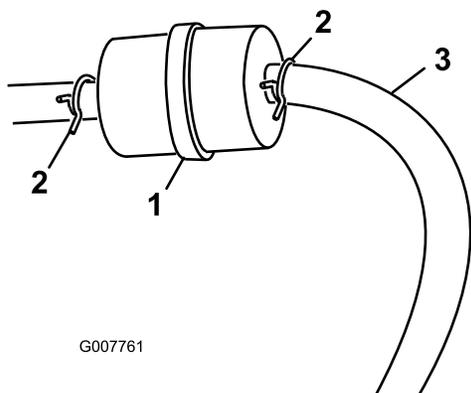

Figure 26
3. Pincez les extrémités des colliers et éloignez les colliers du filtre (Figure 26).
5. Posez un filtre neuf et rapprochez les colliers de fixation du filtre (Figure 26).
3. Desserrez le collier de serrage au niveau du filtre à carburant et éloignez-le du filtre en le poussant le long de la conduite d'alimentation (Figure 26).
4. Débranchez les conduites d'alimentation du filtre à carburant (Figure 26).
**Remarque:** Laissez couler le carburant dans un bidon ou un bac de vidange (Figure 26).
5. Raccordez la conduite d'alimentation au filtre. Rapprochez le collier de serrage du filtre pour fixer la conduite d'alimentation (Figure 26).